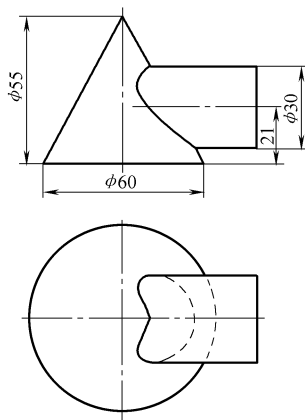

图 2-20
8. 图 2-20 所示为圆管水平交圆锥，划出其相贯线并对插管和圆锥开孔分别进行展开。